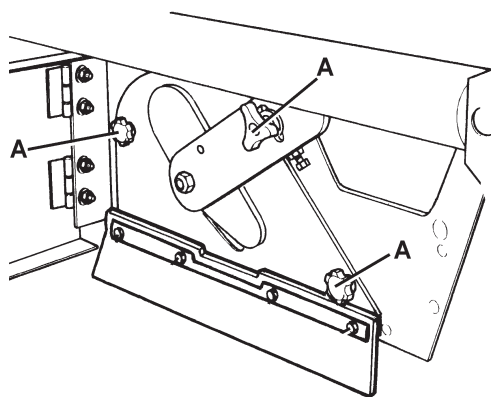
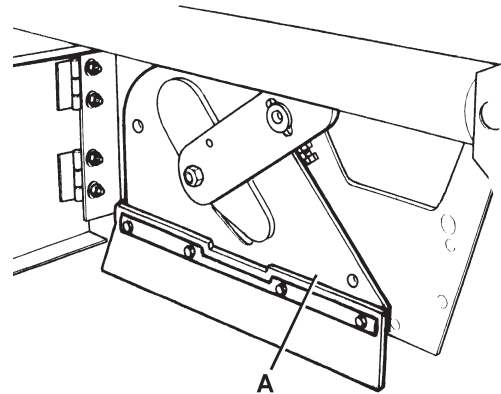

Figure 5
Figure 6
1. Amener la machine sur un sol plat et activer le frein de stationnement au moyen de la pédale (75) et du levier (68).
2. Tourner la clé de contact (69) sur "0", puis l'enlever.
3. Dégager le dispositif de retenue (8) et ouvrir le portillon droit (7).
4. Dévisser et enlever les pommeaux (A, Fig. 5).
5. Enlever le couvercle (A, Fig. 6) du logement du balai central.
10. Installer le couvercle du logement du balai central (A, Fig. 6) et serrer les pommeaux (A, Fig. 5).
11. Fermer le portillon droit (7) et engager le dispositif de retenue (8).